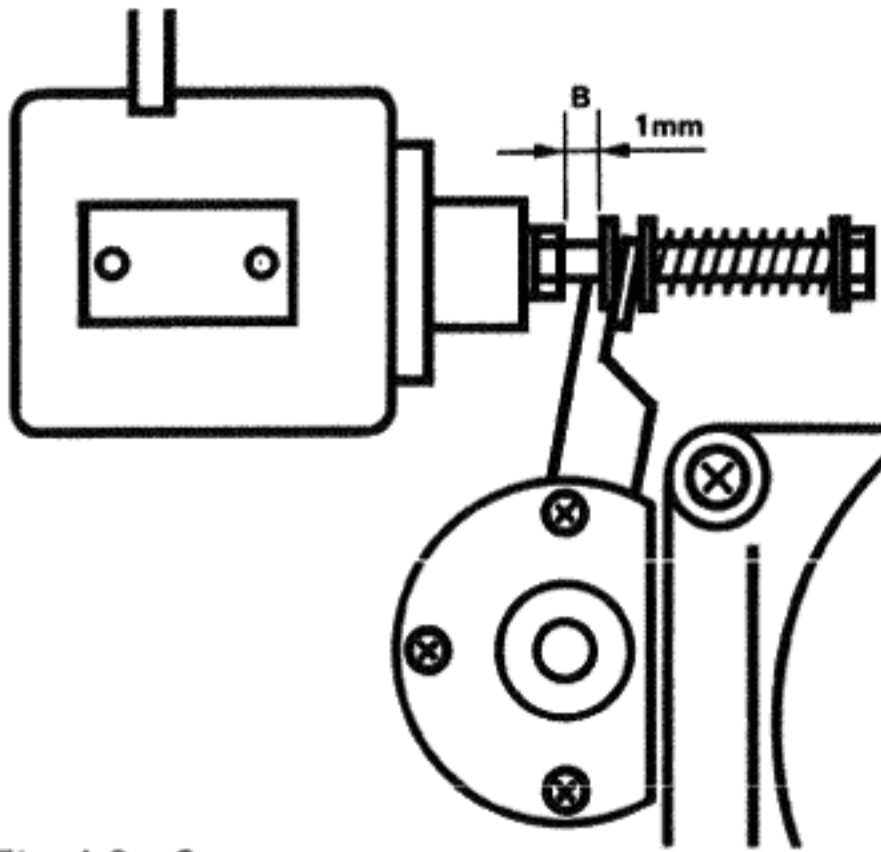

Fig. 4.3.-2
- Par l'intermédiaire d'un fil de nylon fixé d'une part sur l'axe du galet presseur (éventuellement dévissez le couvercle de l'axe) et d'autre part à un dynamomètre. Tirez le bras dans la direction A (fig. 4.3.-1) jusqu'à ce que le galet presseur décolle de l'axe de cabestan. Le dynamomètre doit alors indiquer  $13 \text{ N} \pm 1 \text{ N}$  ( $1,3 \text{ kp} \pm 0,1 \text{ kp}$ ).
- Andruckkraft kontrollieren und wenn nötig mit Schraube C justieren. (Fig. 4.3.-2).